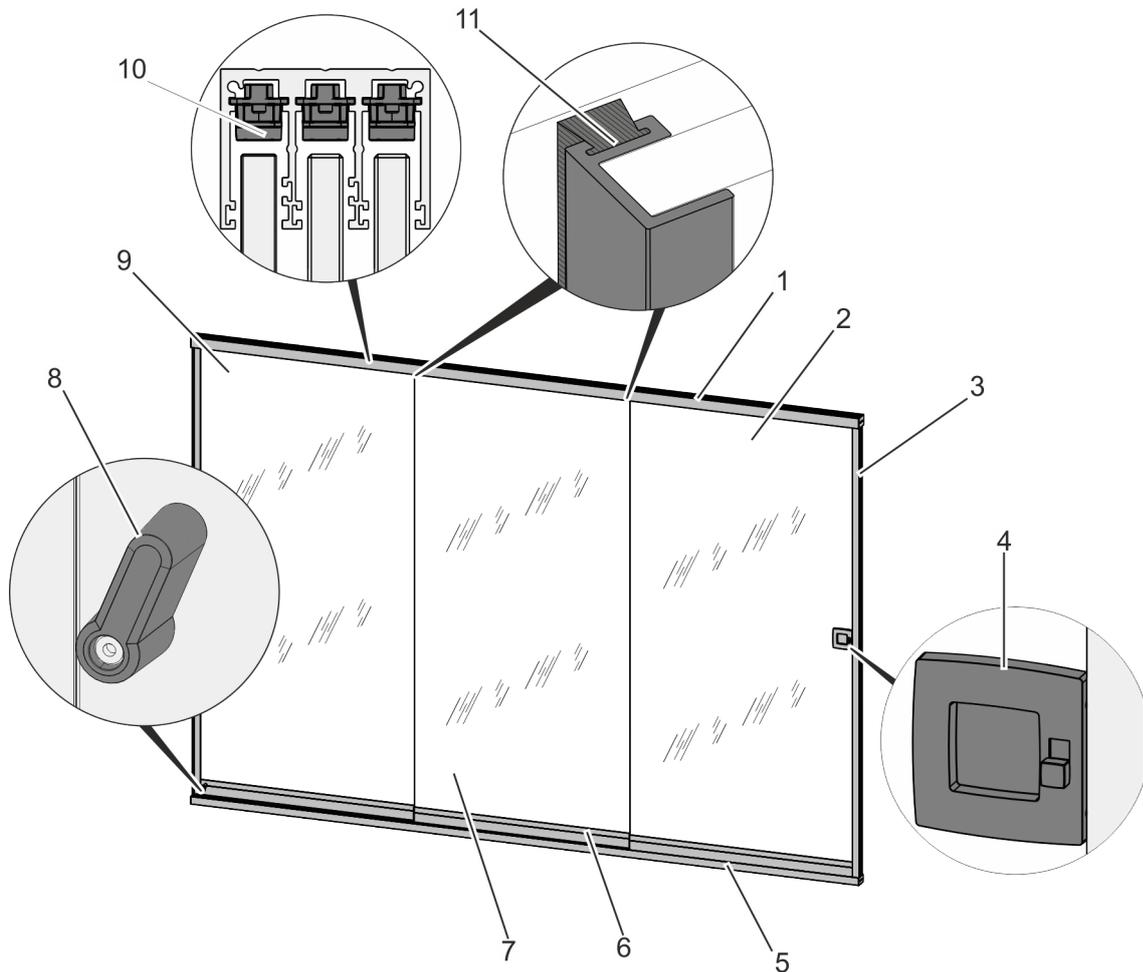

Abb. 1: Einzelanlage
Die einzelnen Glasschiebetüren (Abb. 1/2, 7 und 9) laufen kugellagert auf der unteren Laufschiene (Abb. 1/5), deren Laufstege mit Edelstahlclips versehen sind. Die obere Laufschiene (Abb. 1/1) dient als Führung und als Fixierung für die Aushebesicherungen.
Die Aushebesicherungen (Abb. 1/10) verhindern ein absichtliches oder versehentliches Aushängen der Glasschiebetüren, indem sie die Tiefe der oberen Laufschiene (Abb. 1/1) auf ein Minimum reduzieren.
Zum Öffnen wird das Türschloss (Abb. 1/4) entriegelt und die Glasschiebetür der Durchgangsseite geöffnet.
Die Anschlagpuffer dienen auch als Anschlag für die Glasschiebetüren in der geöffneten Stellung. Die Mitnehmer, die innerhalb der Tragleiste (Abb. 1/6) montiert sind, ziehen beim Schließen die Glasschiebetür in die geschlossene Stellung zurück. Senkrechte Führungsschienen (Abb. 1/3) dienen als Anschlag.
*Die Notöffnungsseite bleibt normalerweise verschlossen, kann aber mithilfe eines Knebelgriffs (Abb. 1/8), z. B. für Reinigungsarbeiten geöffnet werden.*
*Bürstenprofile (Abb. 1/11) bieten Schutz vor Zugluft und Schlagregen. Sie werden optional je Überlappungsstoß zwischen den Glasschiebetüren montiert.*